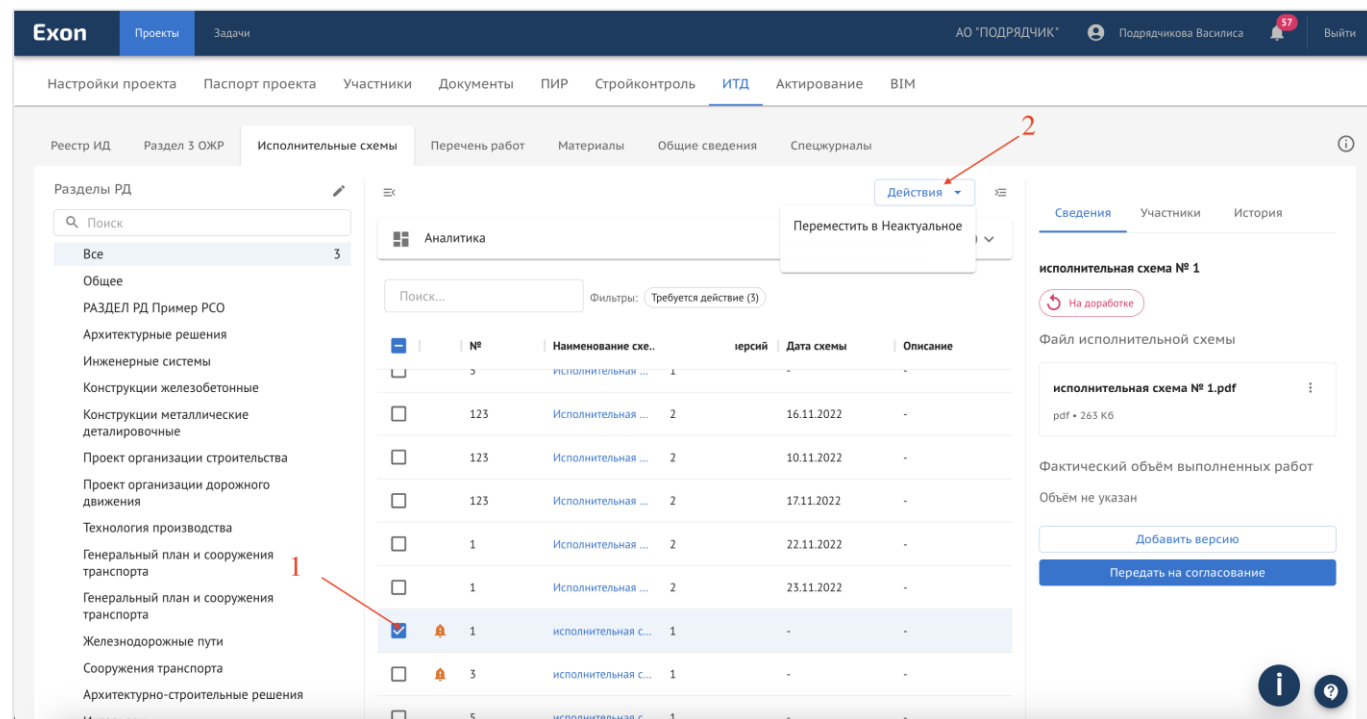

Рис. 48 – Удаление ИС
Исполнительные схемы, добавленные в систему, нельзя удалять, но можно добавить в папку Неактуальное. В эту папку можно добавлять только ИС со статусом «Новый», «Аннулированный», «На доработке». Для перемещения следует поставить чекбокс в реестре напротив неактуальной ИС (1) и из «Действий» (2) выбрать необходимое. Делать это могут автор данной схемы и его коллеги по организации (рис. 48).